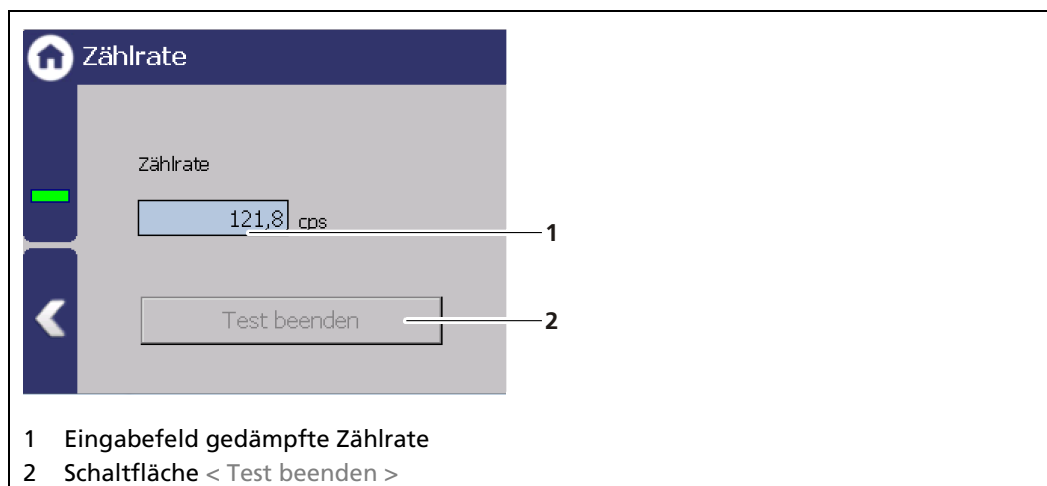

Abb. 128 Test Rate
1. Klicken Sie auf das Eingabefeld (Abb. 128, Pos.1) und geben Sie Zählrate für die Simulation ein.
3. Klicken Sie auf die Schaltfläche <Test beenden> (Abb. 128, Pos.2) um die Simulation zu stoppen.